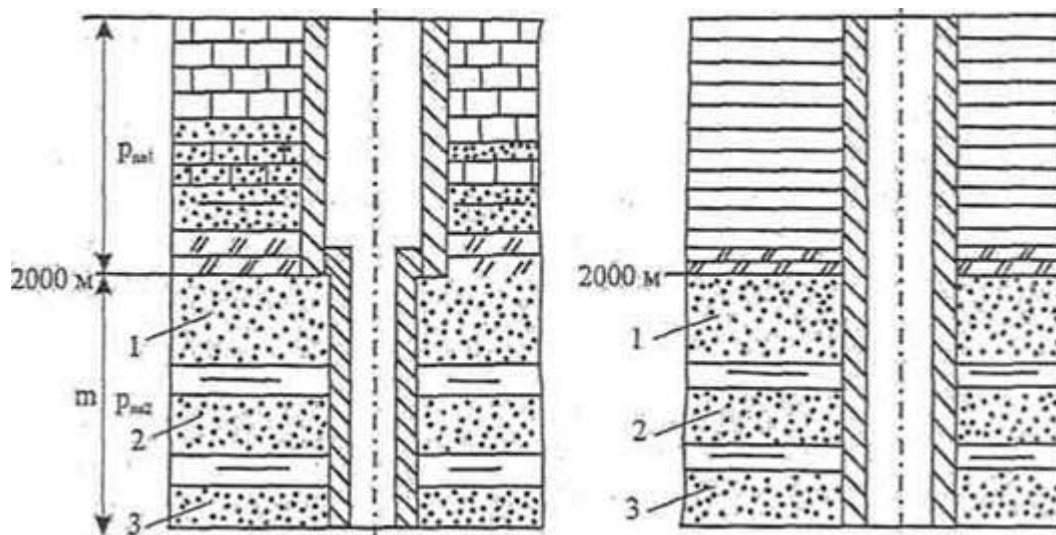

Рисунок 3.2 - Схема вскрытия продуктивной толщи:
1. Продуктивная толща залегает на глубине (таблица 3.1) и включает три проницаемых пропластка (мощность каждого 7-8м): первый и третий - нефтеносные, второй - водоносный. Общая мощность толщи - 80 м. Над продуктивной толщиной залегают аргиллиты мощностью 25 м, а выше - доломиты с прослоями водоносных песчаников (рисунок 3.2). Определить целесообразный метод вхождения в толщу по исходным условиям, представленными в таблице 3.1.